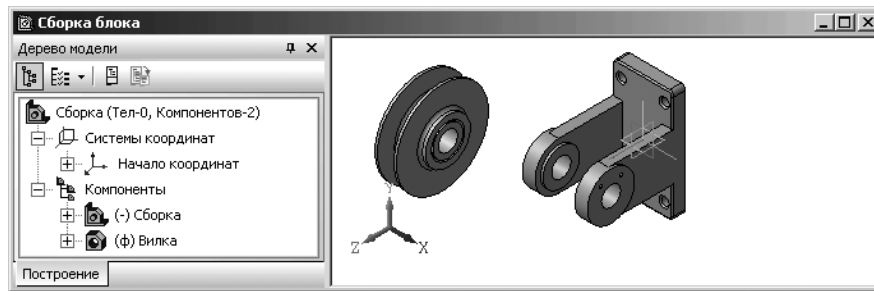

Рис. 6.46. Окно **Сборка\_блока** с введенной в него подсборкой **Ролик\_Втулка**
- щелкните мышью во временном месте расположения под сборки в сборке. Возможное состояние системы показано на рис. 6.46.